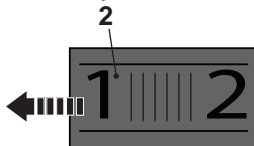

Fig. 11
1. Limitar la velocidad máxima con el regulador de velocidad (2).
2. Girar el regulador de velocidad (2) hacia la izquierda (visto desde la posición del operario) para aumentar la velocidad máxima (Fig. 11). Para lijar con correas de lijado de grano fino es conveniente un nivel más alto para conseguir un acabado fino.